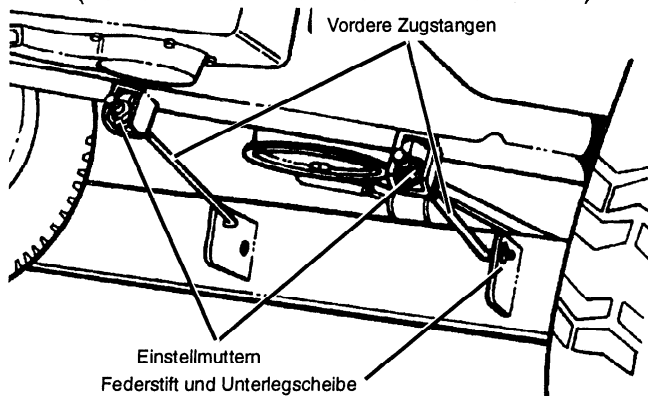

ABBILDUNG 46
- Federstifte und Unterlegscheiben von den beiden Mäher-Zugstangen vorn im Gehäuse entfernen (siehe Abbildung 46).
- Zugstangen an die Gehäusevorderseite mit Unterlegscheiben und Federstiften montieren (siehe Abbildung 46).